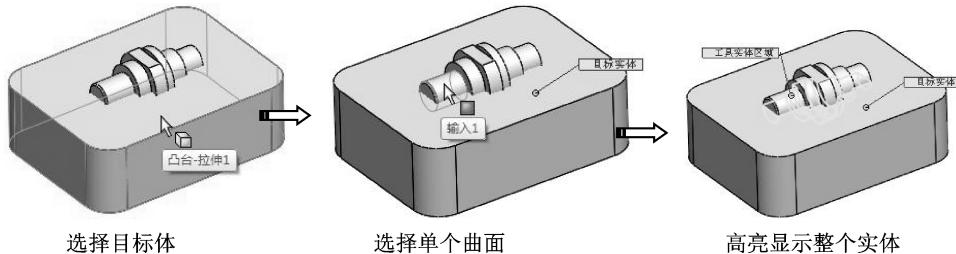

图 3-68 选择目标体和工具实体区域面
- 05 选择拉伸特征作为目标实体，勾选【切除】复选框，选择轴零件上的一个面作为工具实体区域，如图 3-68 所示。